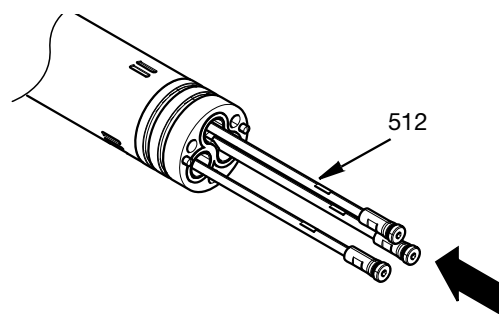

FIG. 29
9. Insérez les vannes d'arrêt de la tige (512) dans le corps central par l'intermédiaire de l'adaptateur. Voir FIG. 29.